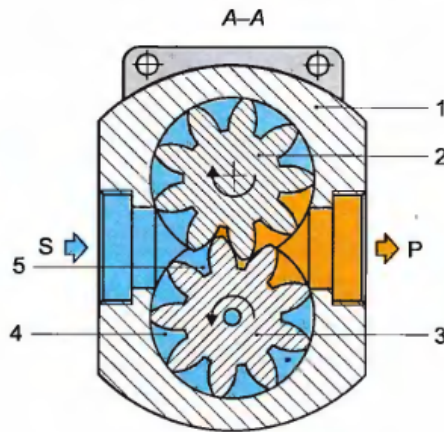

Рис. 2. Шестерённый насос
2. Установите правильную последовательность этапов работы шестерённого насоса (рис. 2).